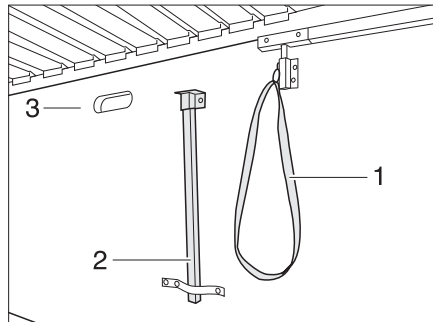

Bild 132 Stütze und Entriegelung
- Stauraumklappe öffnen und Stützfuß (Bild 132,2) unter dem Bett aufklappen.
- An Schlaufe (Bild 132,1) ziehen und Bett (Bild 132,3) nach unten kippen.